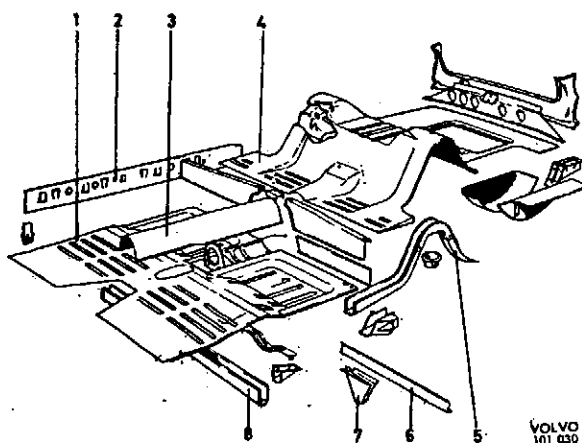
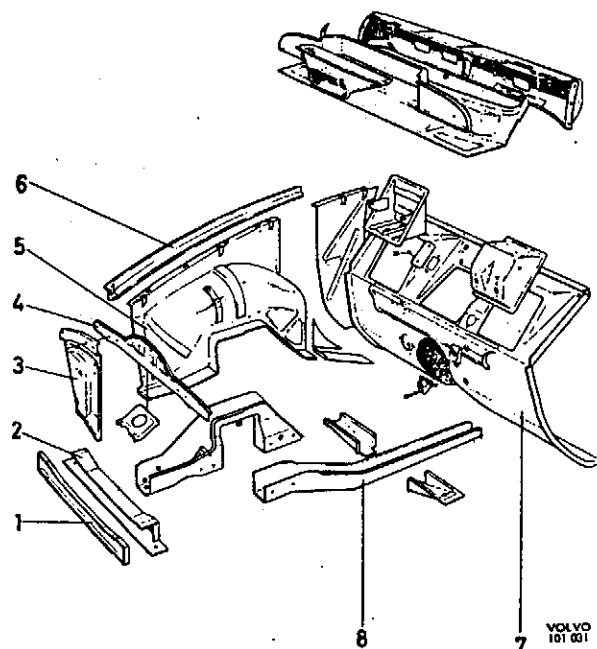

Abb. 1 Bodenteil (2- und 4türige Ausführung)
Abb. 2 Torpedoteil
Der Boden- und Rahmenteil (Abb. 1) besteht aus dem vorderen und dem hinteren Bodenblech (1 und 4) sowie aus dem inneren Bodenschweller (2), vorderem und hinterem Querträger (8 und 6), Tunnel (3) und Torpedoteil (Abb. 2). Die Bodenbleche sind am hinteren Sitzträger zusammengeschweißt. Der Tunnel (3), durch den die Gelenkwelle geführt wird, ist an den Bodenblechen durch Punktschweißung befestigt. Das hintere Bodenblech hat auf jeder Seite einen längsgehenden Verstärkungsträger (5), der unterhalb des Bodenbleches liegt. Zwischen diesen Verstärkungsträgern sind eine Anzahl Querträger angebracht. Einer dieser Querträger (6) ist mit einem Träger (7) für die
Panhardstange der Hinterachse versehen. Im hinteren Bodenblech ist eine geflanschte Öffnung für die Anbringung des Kraftstoffbehälters vorhanden. Der Oberteil des Kraftstoffbehälters ist ein Teil des Bodens im Kofferraum. Der Torpedoteil (Abb. 2) besteht aus Trennwand (7), Radkasten (5), vorderem, oberem Querträger (4), Seitenblechen (3) sowie unterem Querträger (1 und 2). Die Trennwand besteht aus der vorderen Querwand und hat angeschweißte Stirnseiten. Am vorderen Bodenblech sitzen zwei Längsträger (8). Diese Längsträger sind vorn mit einem Querträger (2) verbunden. Hinten sind die Längsträger am vorderen Querträger unter den Vordersitzen befestigt. An der oberen Ecke der Trennwand bzw. an der Windschutzscheibenstrebe sind die oberen Seitenträger (6) angebracht. Diese sind mit den vorderen Windschutzscheibenstreben, den vorderen Seitenblechen und den Radkastenblechen durch Punktschweißung verbunden. An den Längsträgern sind Vorderachsträger und Halteisen der Stoßfänger befestigt.